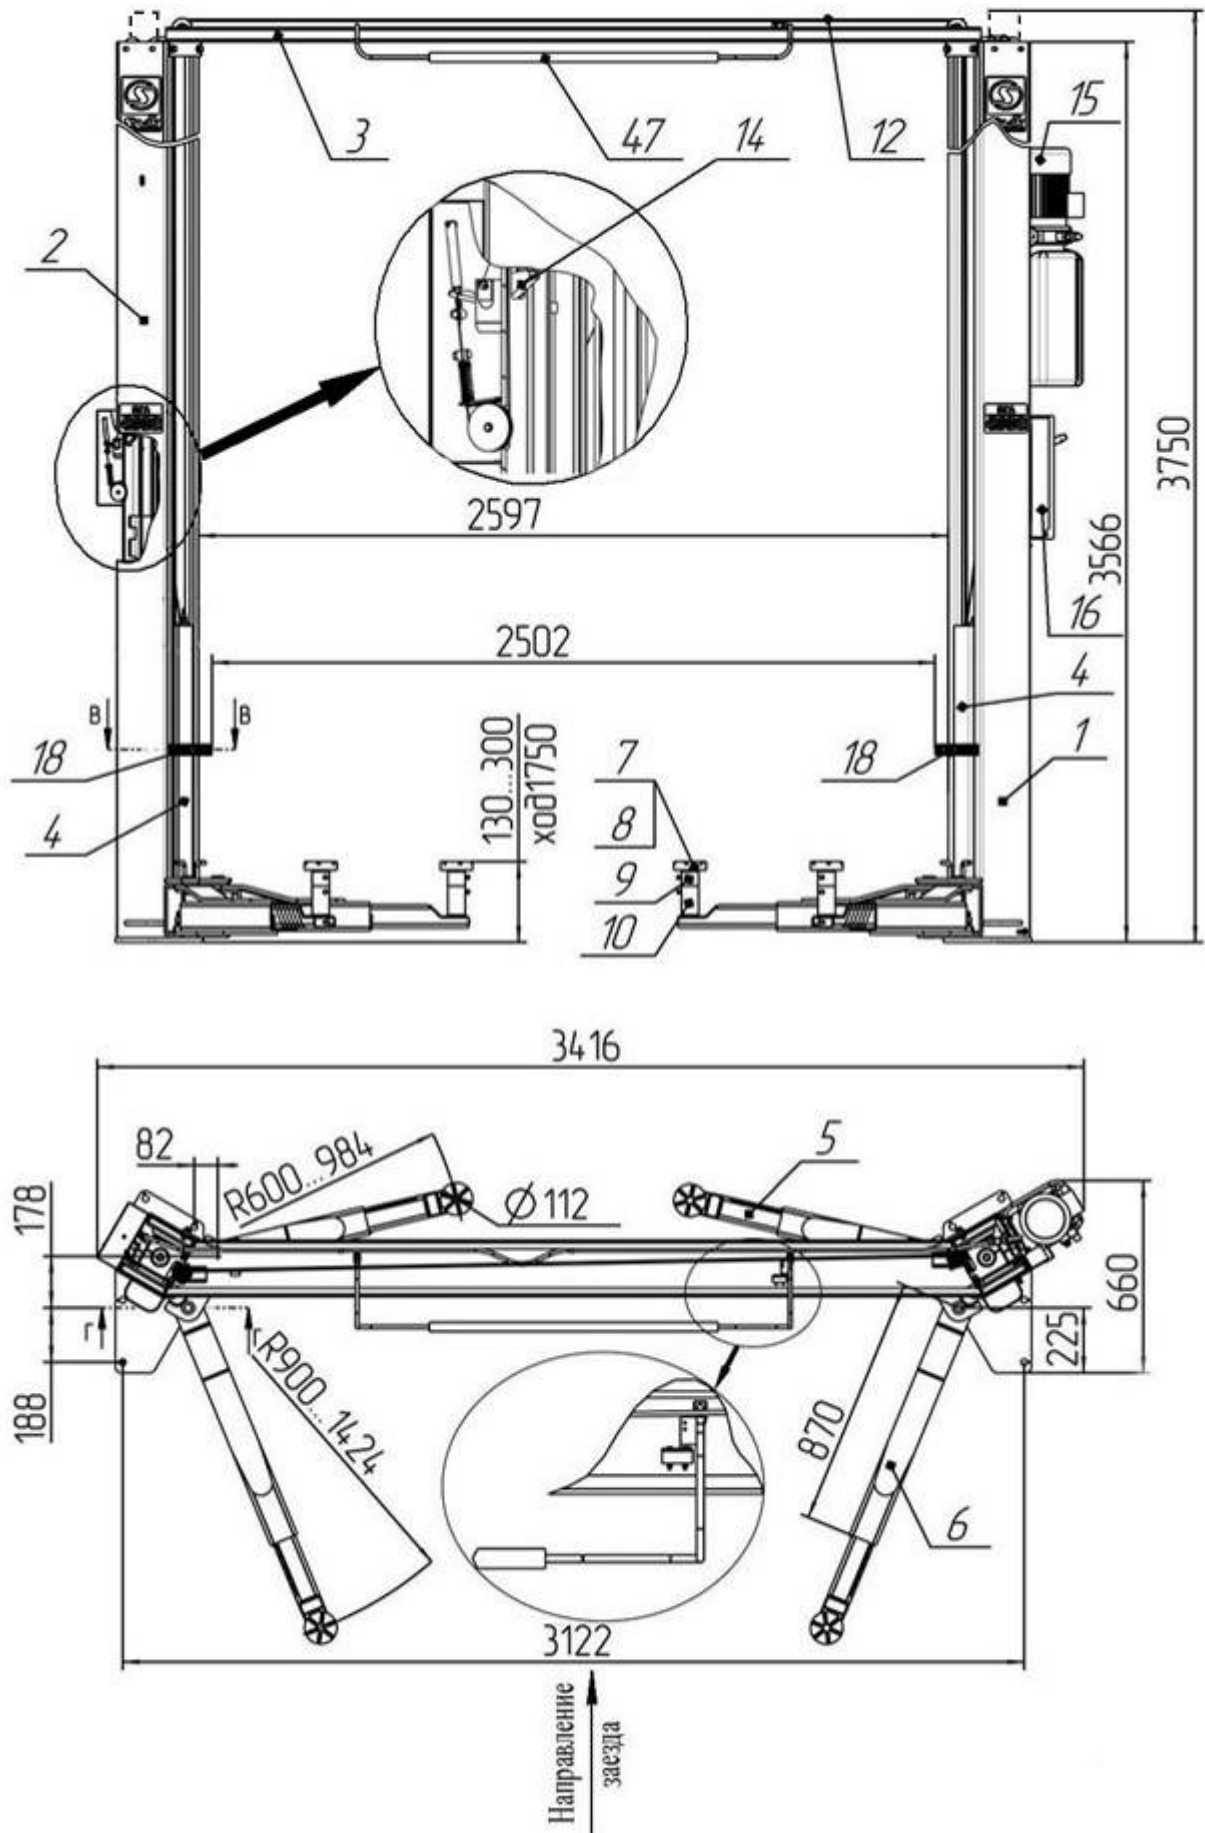
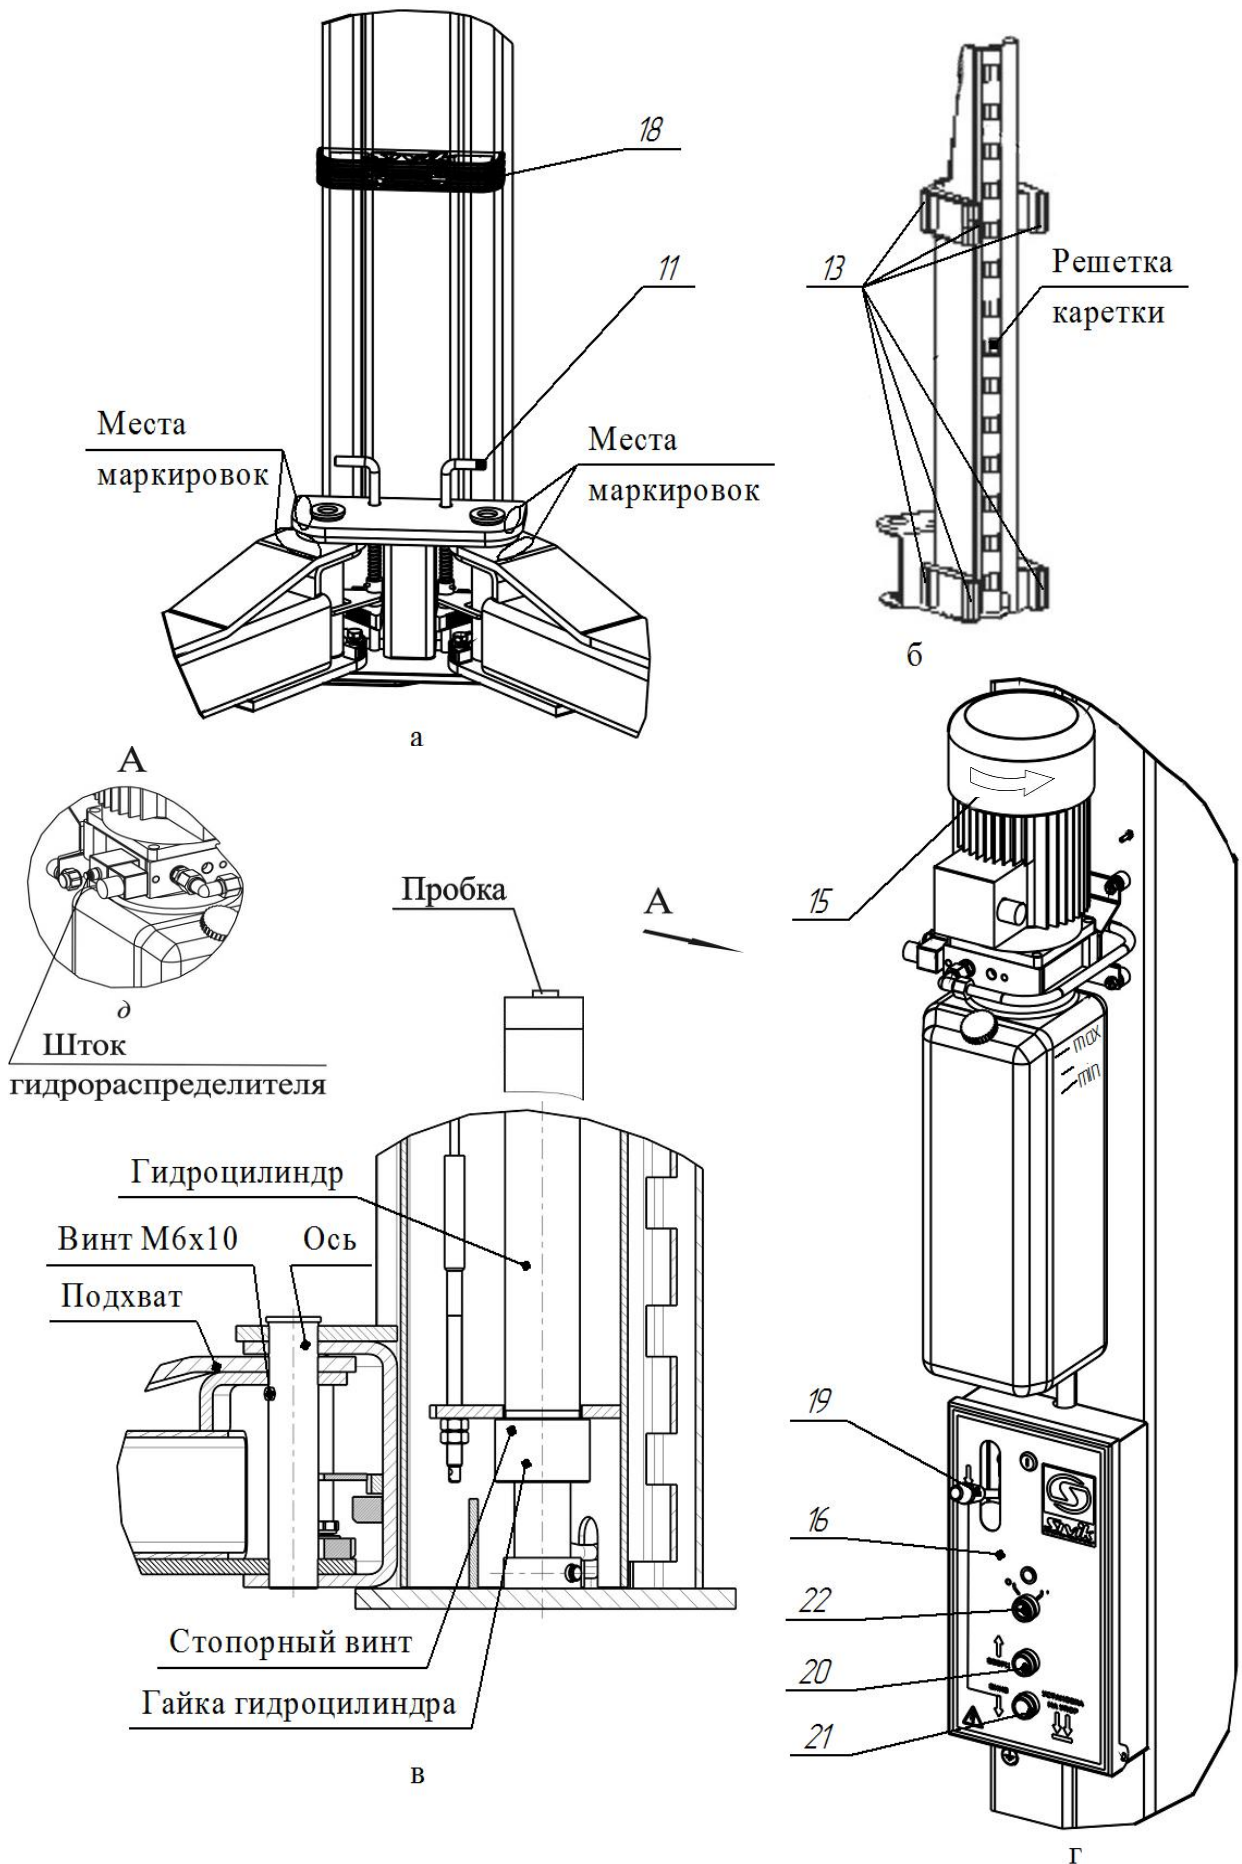

Рисунок 3.1 - Общий вид подъемника
Рисунок 4.1 – Виды подъемника
Подъемник (рисунок 3.1) состоит из двух стоек коробчатого сечения - правой 1 и левой 2, соединенных между собой перекладиной 3. В стойках размещены каретки 4 с закрепленными на них поворотными телескопическими подхватами 5 и 6 разной длины. На концах подхватов 5, 6 установлены опоры 7, втулки резьбовые 8, втулки 9, 10. Подхваты фиксируются стопорными устройствами 11 (рисунок 4.1 а), автоматически срабатывающими при подъеме автомобиля. При опускании кареток 4 в крайнее нижнее положение происходит автоматическое расстопорение подхватов 5 и 6. Каретки 4 приводятся в движение гидравлическими цилиндрами, установленными внутри стоек. Подъемник снабжен системой 12 тросовой синхронизации движения кареток 4.
Каждая каретка 4 (рисунок 4.1 б) снабжена полиамидными ползунами 13, скользящими по беговым дорожкам стоек 1 и 2. Каретки фиксируются на требуемой высоте стопорами-защелками 14 (рисунок 3.1), закрепленными на стойках 1,2 и входящими в зацепление с решетками на каретках 4.
На правой стойке (рисунок 4.1 г) размещена насосная станция 15 с пультом управления 16. Внутри насосной станции 15 находится клапан предохранительный, предотвращающий перегрузку в гидросистеме. Клапан предохранительный настроен на заданное давление и опломбирован.
- касании автомобилем ограничительной дуги 47 перекладины 3 (рисунок 3.1);
Для предотвращения повреждения дверей автомобиля (при открывании) на каретки 4 установлены накладки 18, фиксируемые винтами М8х30, шайбами 8Г и шайбами 8 (рисунок 3.1 и рисунок 4.1 а).
Управление подъемником осуществляется рычагом 19 (рисунок 4.1 г) и двумя кнопками 20 и 21, установленными в пульте управления 16. Рычагом 19 осуществляется расстопорения кареток 4, а кнопками 20 и 21, подъем (кнопка 20) и опускание (кнопка 21) кареток 4.
**ВНИМАНИЕ!** Перед сборкой проверить затяжку гаек гидроцилиндров и стопорных винтов (рисунок 4.1 в).
Для того чтобы проверить срабатывание упругой тяги 31, необходимо одному человеку прижать рукой защелку 14 к стойке 2, а другому повернуть рычаг 19 (рисунок 4.1 г) на себя. Упругая тяга 31 должна вытянуться на полный ход штока 30.
При повороте рычага 19 (рисунок 4.1 г) защелки на левой и правой стойки должны срабатывать одновременно. При отпуске рычага 19, защелки на левой и правой стойке должны вернуться в исходное положение. Регулировка проводится выборкой слабины тросика 23 и обжатием петли от вытягивания зажимом 29.
6.9 Открутить пробку бака насосной станции 15 и залить масло (около 12 л) до верхней метки «МАХ» (рисунок 4.1 г). Уровень масла контролировать визуально. Установить пробку бака на место.
- кратковременным нажатием на кнопку 20 (двигатель должен работать, вращение крыльчатки по стрелке на кожухе эл. двигателя, а из бака должно убывать масло, рисунок 4.1 г).
- отвернуть пробки у каждого гидроцилиндра на один оборот (рисунок 4.1в)
6.13 Подхваты 5, 6 установить согласно маркировки как представлена на рисунке 4.1а и зафиксировать осями к кареткам 4 стоек (рисунок 4.1в). Оси фиксировать винтами М6х10. Допускается разновысотность подхватов до 10 мм. Убедитесь, что подхваты фиксируются стопорными устройствами 11.